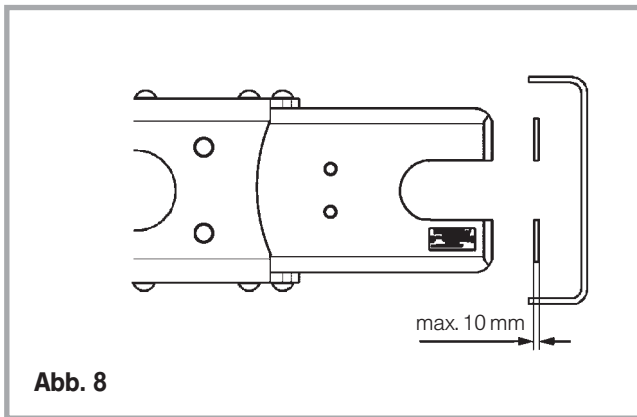

Abb. 8
**Je Seite sind max. 10 mm zulässig.** (siehe Abb. 8)